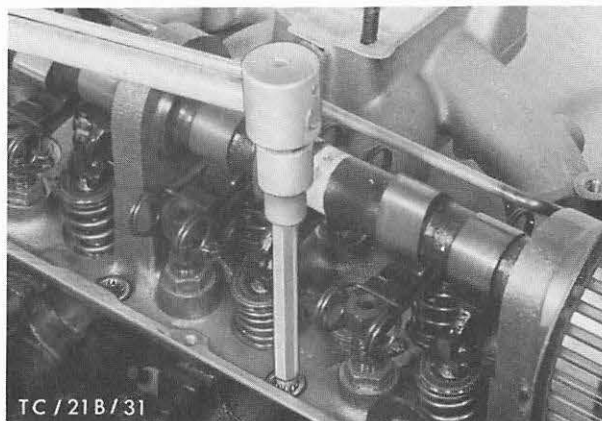
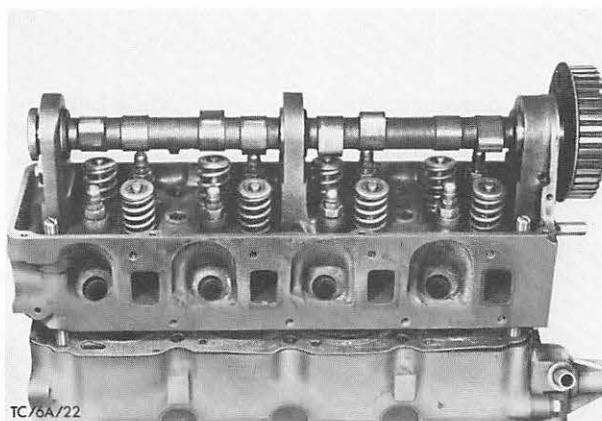
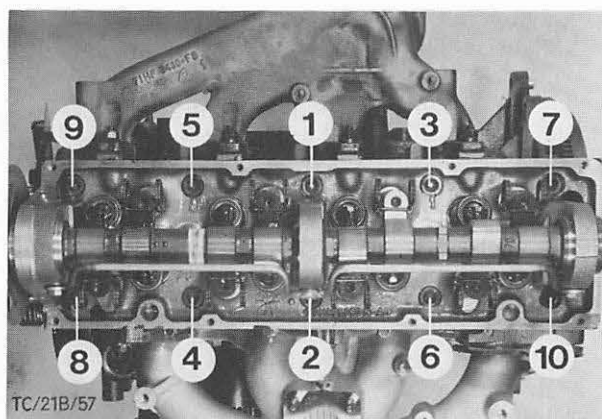

Abb. 195 Zylinderkopf mit Spezialwerkzeug 21-002 abschrauben
Abb. 196 Zylinderkopf mit Hilfe von Zentrierbolzen 21-003 auflegen
Abb. 197 Anzugsreihenfolge – Zylinderkopf
7. Zündkerzen ausbauen und Zylinderkopf (10 Schrauben) mit Spezialwerkzeug 21-002, Abb. 195, abbauen, dabei Zylinderkopfschrauben in umgekehrter Reihenfolge wie beim Festdrehen lösen (Anzugsreihenfolge siehe Abb. 197).
9. Zylinderkopf aufsetzen, Abb. 196, und Schrauben etwas beidrehen. Beide Zentrierbolzen gegen die restlichen zwei Schrauben austauschen. Zylinderkopf mit vorgeschriebenem Drehmoment (siehe Techn. Daten), in drei Stufen nach Schema, Abb. 197, festdrehen.
20. Nachdem die Einstellarbeiten bei betriebswarmem Motor erledigt sind, Zündkabel von Zündkerzen abziehen und Zylinderkopfhaube abbauen. Zylinderkopf mit vorgeschriebenem Drehmoment (siehe Techn. Daten) nach Schema, siehe Abb. 197, nachziehen.